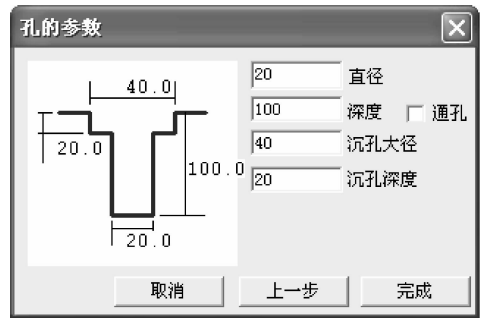

图 3-53 “孔的参数”对话框
- (2)拾取打孔平面,选取孔的类型,指定孔的定位点,单击 **下一步** 按钮,弹出“孔的参数”对话框,如图 3-53 所示,输入孔的参数,单击 **完成** 按钮,完成操作。